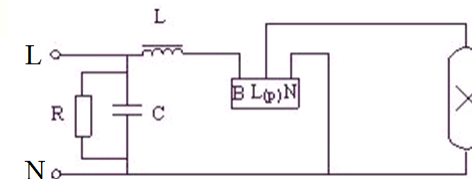

Рисунок 2
5.2 Для установки лампы отвернуть 2 винта на рамке и откинуть ее. Это обеспечит доступ к патрону для установки лампы и панели. Ввести через сальниковый ввод сетевой кабель диаметром (6...10) мм и присоединить провода сети к клеммной колодке согласно схеме включения (рисунок 2), заземляющий провод - к клемме заземления в клеммной колодке. Провода закрепить в зажиме для проводов.